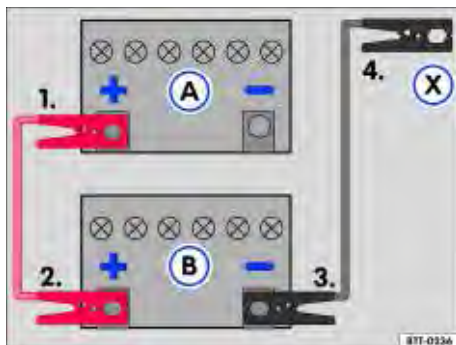

Fig. 191 Esquema para a conexão dos cabos auxiliares de partida: bateria do veículo descarregada e bateria do veículo fornecedora de corrente .
- Conectar uma extremidade do cabo auxiliar de partida *vermelho* ao polo positivo ⇒ Fig. 191 do veículo com a bateria do veículo descarregada .